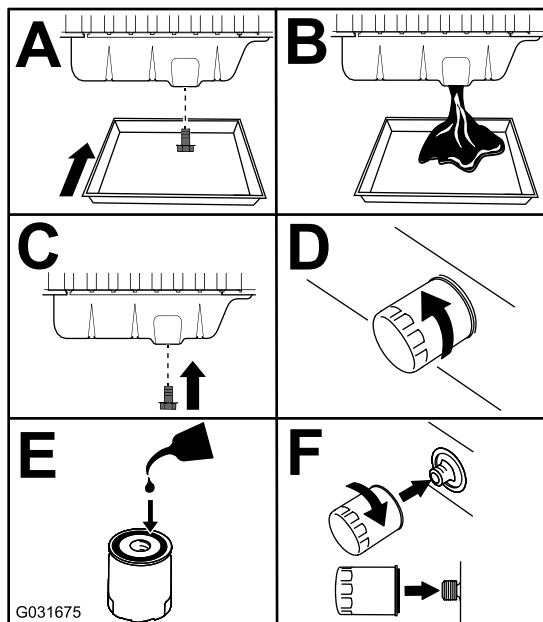

Figura 48
3. Cambie el aceite del motor y el filtro (Figura 48).